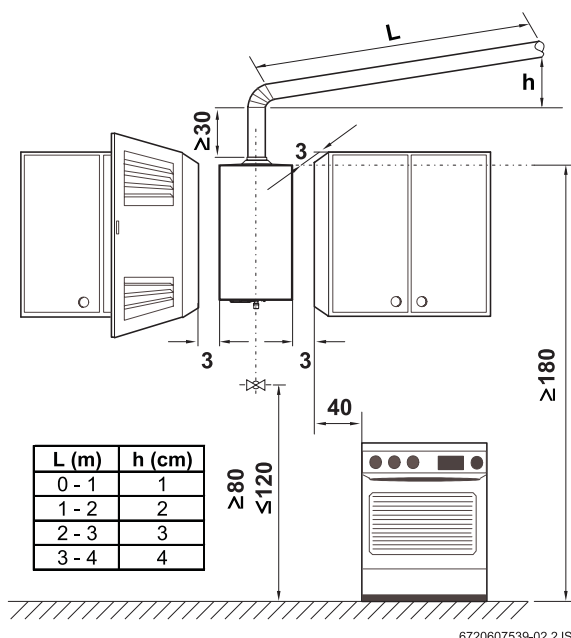

Fig. 6 Distâncias mínimas (em cm)
- ▶ Assegurar o bom acesso nos trabalhos de manutenção, respeitando as distâncias mínimas indicadas na Fig. 6.